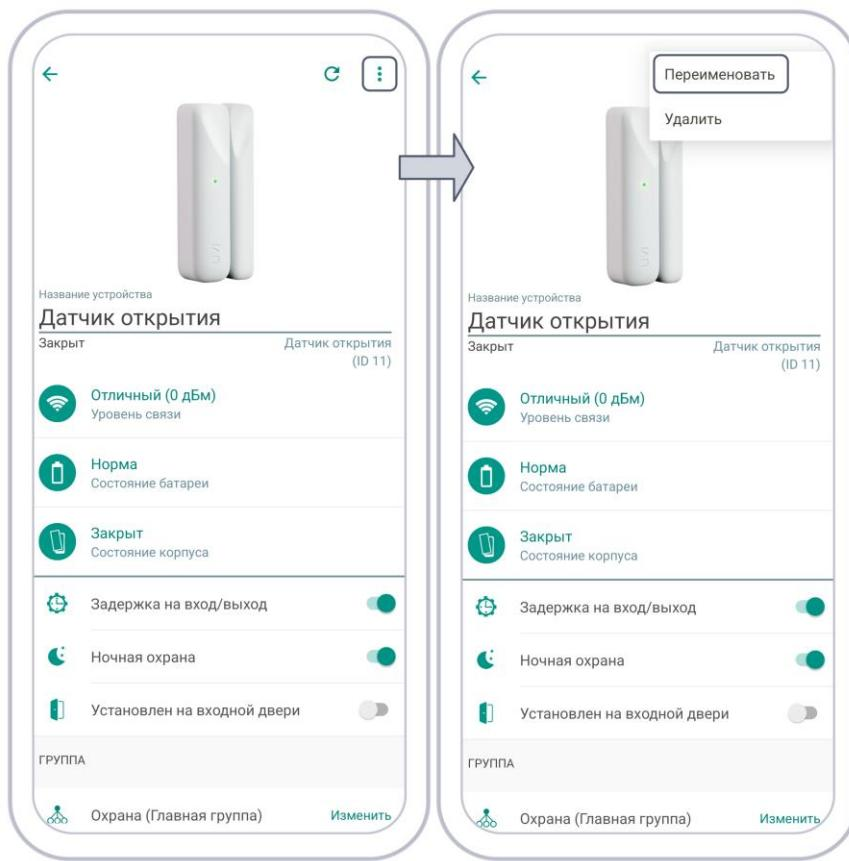

Рисунок 12.3 – Вызов меню на экране настройки радиоустройства
1. Откройте экран настройки радиоустройства в приложении (см. рисунок 12.3).